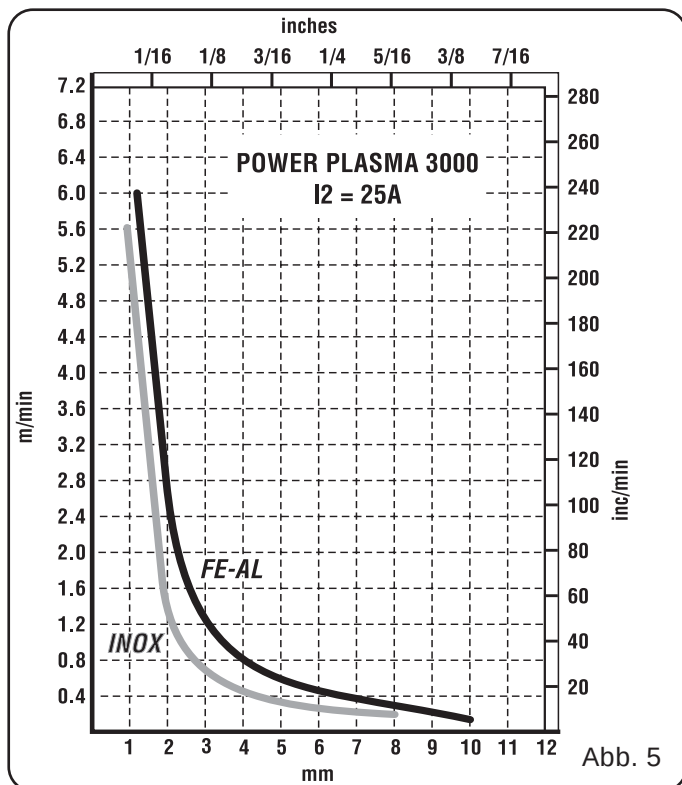

Abb. 5
- Werkstückdicke zu groß (siehe das Schneidgeschwindigkeitendiagramm in Abb. 5)